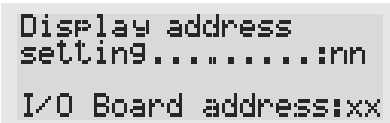

Fig. 2
Per entrare in modalità configurazione premere contemporaneamente i tasti ↓+↑+ enter (sempre presenti in tutte le versioni) per almeno 5 secondi; verrà visualizzata la maschera di Fig. 2 con il cursore lampeggiante nell'angolo in alto a sinistra:
- Premere il tasto enter fino a che il cursore si posiziona sul campo xx (I/O board address) Fig. 2;
To access configuration mode, press the ↓+↑+ enter buttons (present on all versions) together and hold them for at least 5 seconds; the screen shown in Fig. 2 will be displayed, with the cursor flashing in the top left corner:
- Press the "enter" button until the cursor moves to the field xx (I/O board address) Fig. 2;